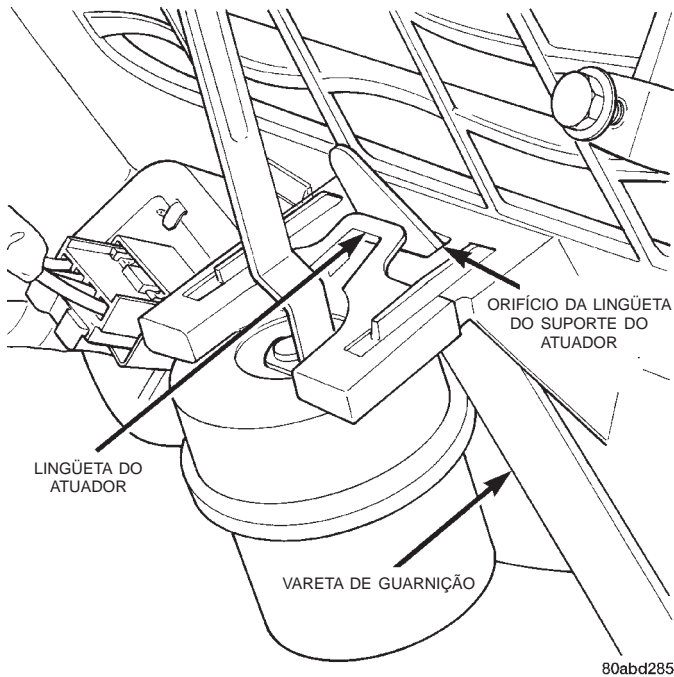

Fig. 48 Remoção/Instalação do Atuador a Vácuo - Típica
(4) Coloque uma vareta de guarnição ou uma outra ferramenta larga adequada com lâmina achatada no orifício da lingüeta do suporte do atuador do compartimento de A/C-aquecedor (Fig. 48). Empurre levemente a lingüeta do atuador e, ao mesmo tempo, empurre firmemente o atuador para fora para retirá-lo do suporte.
(5) Gire e incline o atuador a vácuo conforme necessário para desengatar o orifício na extremidade da ligação do atuador do pino enganchado na ponta da alavanca da porta do assoalho.
(6) Retire do veículo o atuador a vácuo da porta do assoalho.
(7) Para instalar, inverta os procedimentos de remoção.
(3) Coloque uma vareta de guarnição ou uma outra ferramenta larga adequada com lâmina achatada no orifício da lingüeta do suporte do atuador do compartimento de A/C-aquecedor (Fig. 48). Empurre levemente a lingüeta do atuador e, ao mesmo tempo, empurre firmemente o atuador para fora para retirá-lo do suporte.
(4) Gire e incline o atuador a vácuo conforme necessário para desengatar o orifício na extremidade da ligação do atuador do pino enganchado na ponta da alavanca da porta do painel/degelo.
(5) Retire do veículo o atuador a vácuo da porta do painel/degelo.
(6) Para instalar, inverta os procedimentos de remoção.
(4) Coloque uma vareta de guarnição ou uma outra ferramenta larga adequada com lâmina achatada na lingüeta do suporte do atuador do compartimento de A/C-aquecedor (Fig. 48). Empurre levemente a lingüeta do atuador e, ao mesmo tempo, empurre firmemente o atuador para fora para retirá-lo do suporte.
(5) Gire e incline o atuador a vácuo conforme necessário para desengatar o orifício na extremidade da ligação do atuador do pino enganchado na ponta da alavanca da porta do ar de recirculação
(6) Retire do veículo o atuador a vácuo da porta do ar de recirculação.